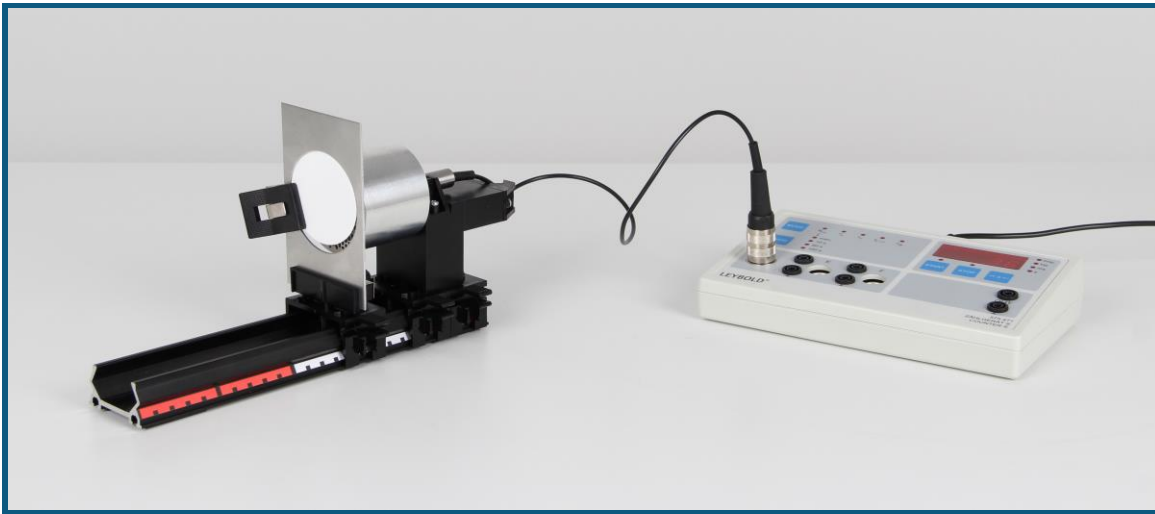

Abb. 1: Versuchsaufbau
2. Untergrund des Glasfaserfilters bestimmen, dazu Glasfaserfilter mit Kunststoffklammer in Aluminium Rahmen befestigen. Aluminium Rahmen in Plattenhalter auf Klemmreiter montieren und alles auf Metallschiene platzieren (s. Abb. 1).
10. Getrocknetes Glasfaserfilter, wie zur Untergrundmessung, mit Kunststoffklammer in Aluminium Rahmen befestigen. Aluminium Rahmen in Plattenhalter auf Klemmreiter montieren und alles auf Metallschiene platzieren (s. Abb. 1).